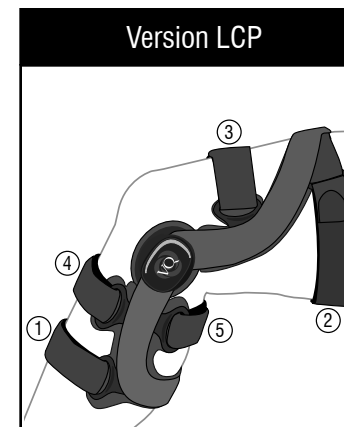

Figure 4a
- ① Attachez bien la sangle de tibia la plus basse.
- ② Attachez bien la sangle supérieure de la cuisse.
- ③ Attachez bien la sangle inférieure de la cuisse.
- ④ Attachez bien la sangle supérieure du tibia.
- ⑤ Attachez bien la sangle de mollet. Cette sangle est la plus importante pour la suspension de l’orthèse. Assurez-vous qu’elle repose bien sur le haut du muscle du mollet.
**REMARQUE:** Pour une configuration de **LCP** (figure 4a), les étapes 1 et 2 sont identiques. La sangle sur le dessus de la cuisse sera attachée en troisième. La sangle supérieure du tibia est attachée en 4e et la sangle de mollet postérieure est attachée en dernier.